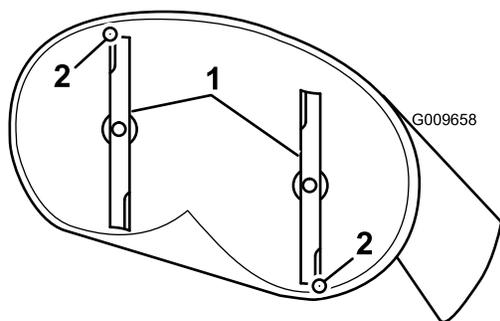

Figura 55
4. Gire cuidadosamente las cuchillas colocándolas en el sentido de avance de la máquina (Figura 55).